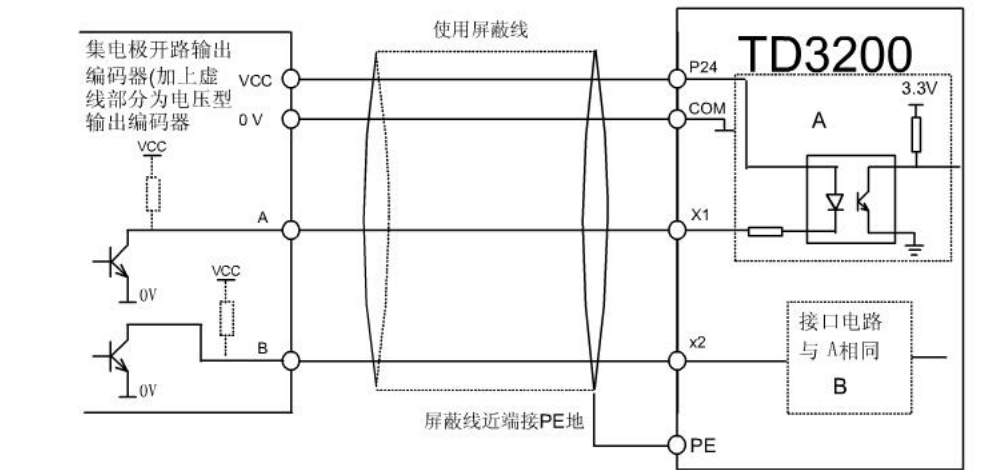

图3-6 集电极开路输出型脉冲编码器接线图
1、工作电源24V，集电极开路输出型脉冲编码器接线图如图3-6。